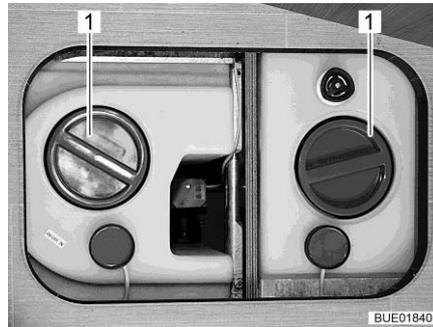

Fig. 212 Depósito de agua con tirador giratorio
- Retirar la tapa de cierre (Fig. 212,1) del depósito de agua.